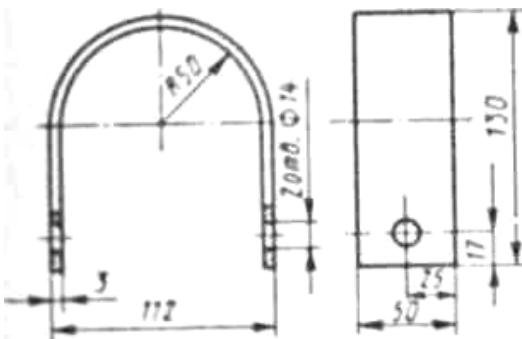

Рис. 34
2. Разработайте процесс изготовления детали (рис. 34) методом холодной листовой штамповки. При выполнении работы следует: установить технологический операции, необходимые для получения доили; определить размеры заготовки; установить вид исходного материала, привести его химический состав и механические свойства; изобразить схему раскроя и определить коэффициент использования материала; выполнить необходимые технологические расчеты; определить технологические зазоры при выполнении разделительных операций; определить минимально допустимый радиус гибки; выбрать штамп и указать последовательность выполняемых на нем операций; изобразить схему штампа и описать его работу; установить способ подачи заготовки в штамп; определить усилия на операциях; привести схему оборудования и описать его работу. Материал детали - сталь 10.